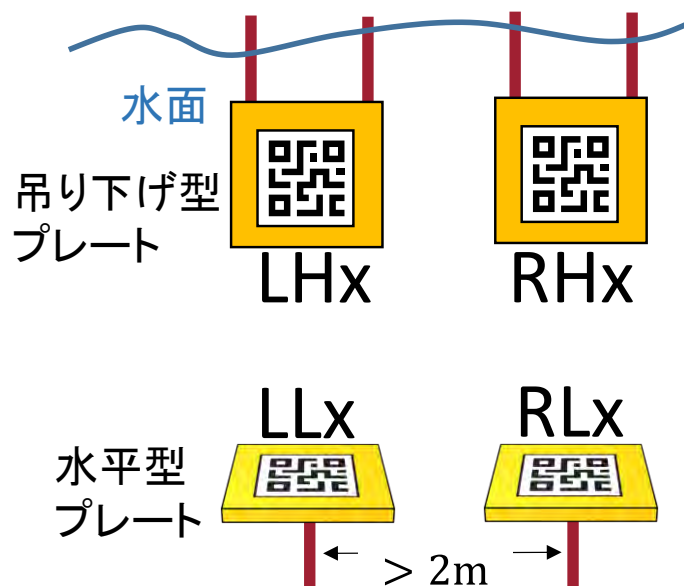

図8：プレート探索エリアのプレート配置（ゲート側から見た場合）
- ④ D_x（その1）：プレート探索エリア（⑤も参照）を表します。ゲートに正対した状態で5 m以上直進した先に、水面から吊り下げられた2つの黄色のプレート（吊り下げ型）と水槽の底から水平に浮いた2つのプレート（水平型）の計4つがコース毎に設置されています。4つのプレートは、図8のように配置されています。吊り下げ型プレートの下方向に水平型プレートが配置されます。また、プレートは図9のような設置物となっています。
競技前に、審判より探すべきプレートを R（右）か L（左）かでランダムに指定されます。例えば審判より[R]と指定された場合には、（図8参照）吊り下げ型プレート RHx（コース番号： $x = 1, 2$ ）と水平型プレート RLxを探索し、吊り下げ型プレート LHxと水平型プレート LLxは無視します。[L]と指定された場合は、逆になります。プレート中央の QR コードには、デコードすると”RHx”、”RLx”、”LHx”、”LLx”（コース番号： $x = 1, 2$ ）のプレートに対応したテキストが読み取れます。